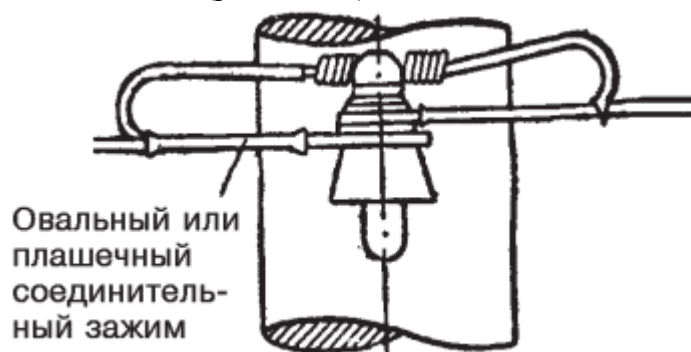

Рис. 37. Анкерное крепление проводов
- в петлях анкерных опор – анкерными и ответвительными зажимами, овальными соединителями, монтируемыми методом скручивания, петлевыми плашечными и прессуемыми аппаратными зажимами (рис. 37, 38);